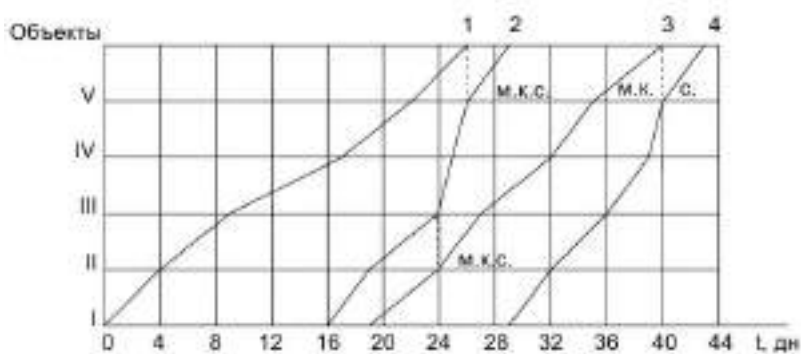

Рис. 2. Циклограмма неритмичных потоков
6. Циклограмма построена на рис. 2.